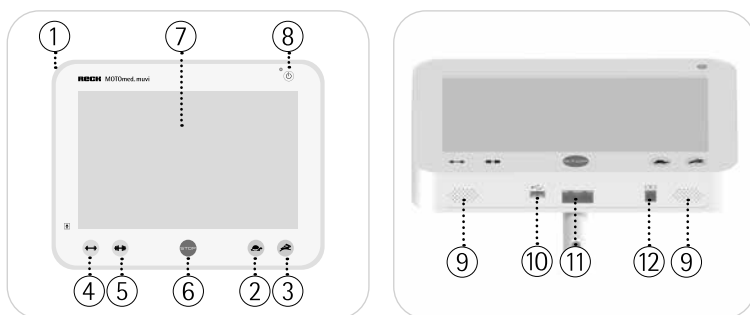

Bild 5.1, 5.2
se bild 5.1 Tryck på Till-/Från-knappen (8) och koppla på din MOTOmed. Hemskrmen visas.
se bild 5.1 I träningsdrift kan du genom att trycka på knapparna ②/③ ändra motorvarvtalet från 1–60 v/min.
se bild 5.1 I träningsdrift kan du genom att trycka på knapparna ④/⑤ ändra motståndet från 0–20.
se bild 5.1 Med den röda stopp-knappen ⑥ kan du när som helst avbryta din träning.